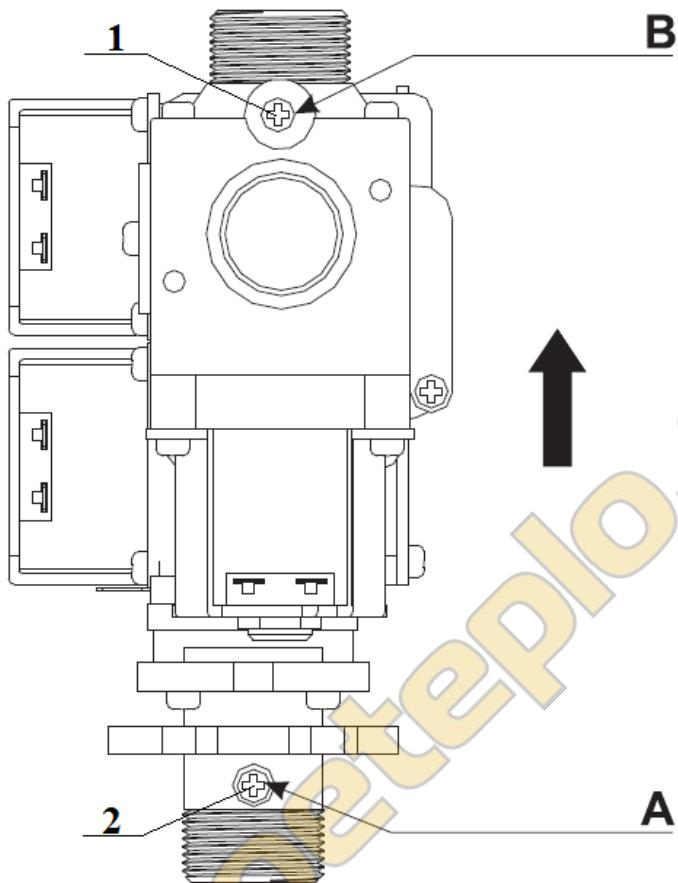

Рис. 21. Газовый клапан
- Отвинтите винт **1** и подключите газовый манометр к штуцеру замера давления газа «**В**» на выходе из газового клапана (см. рис. 21);